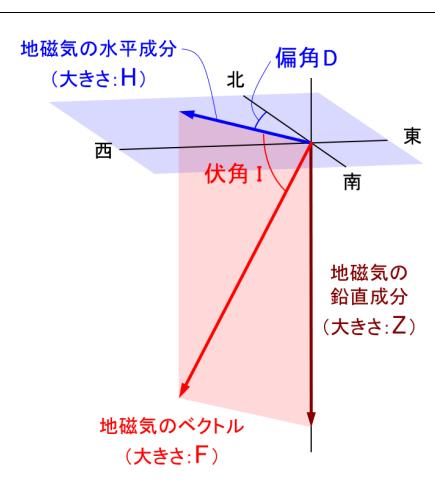

図1：地磁気の各成分（北半球）
- ① 地磁気の各成分H, Z, D, F(図1)を観測する各1式、
ここで、新標準磁気儀DI-72について触れたいと思います。そもそも磁気儀とは、地磁気のD, I成分（図1）を測ることができる測定器です。変化観測を定期的に補正するために行う絶対観測に使われます。